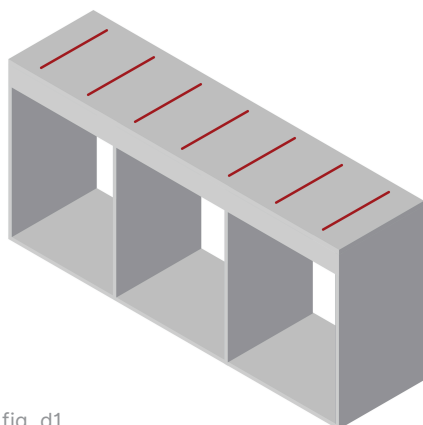

fig. d1
- Application sur caisson plein (fig. d1) :